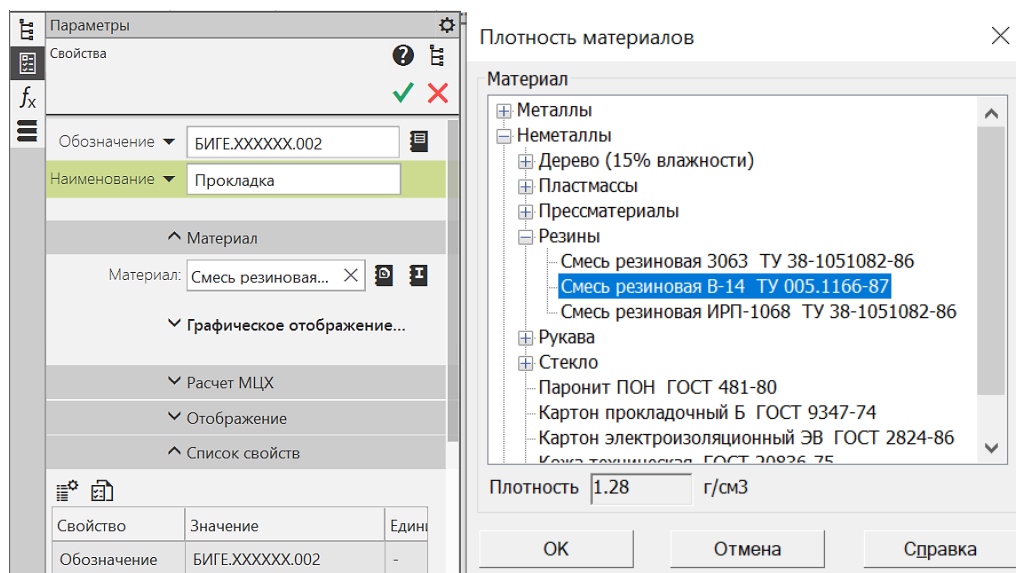

Рис. 16 Свойства модели детали «Прокладка»
- **Дерево построений – Деталь – Свойства – Настройка списка свойств** (рис. 16).